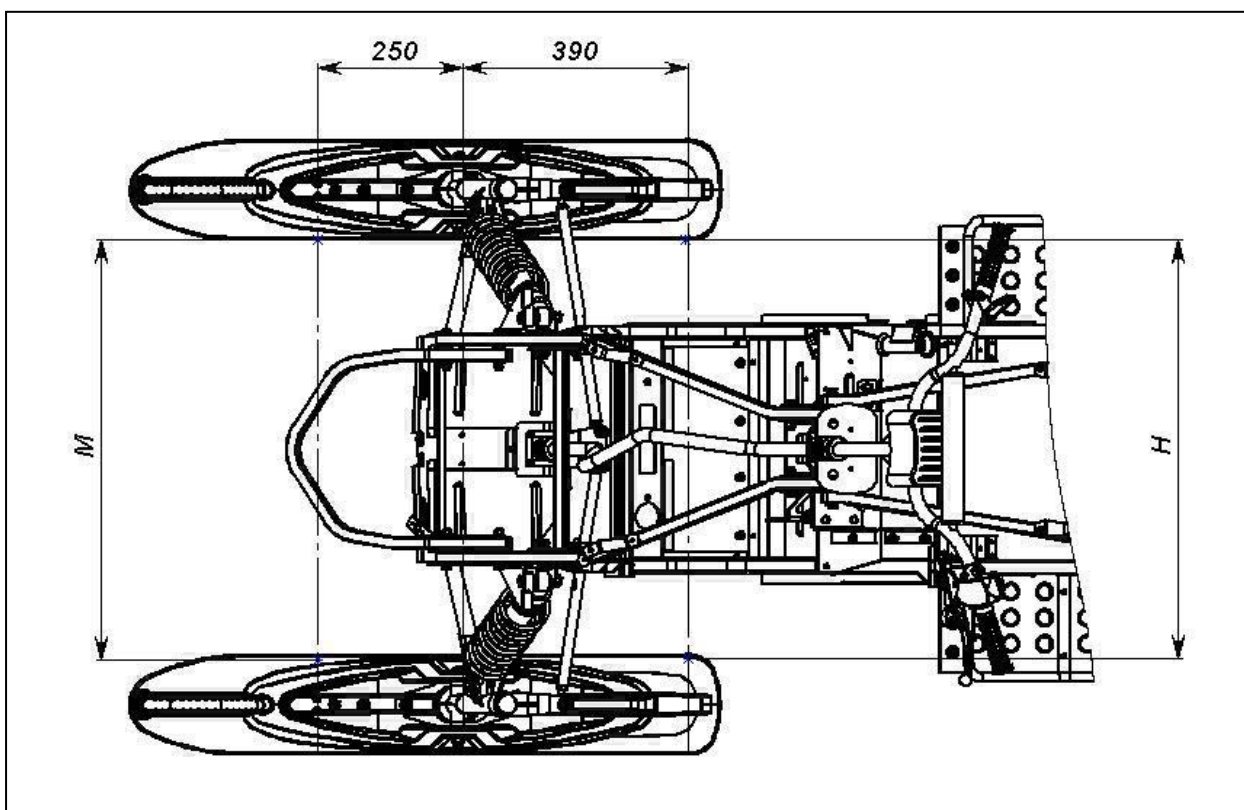

Рисунок 25 – Регулировка схождения лыж
- вращением рулевых тяг добейтесь, чтобы при положении лыж "прямо–вперед" расстояние М (рисунок 25) между передними концами лыж было больше на 10 мм, чем расстояние Н между задними концами лыж ($M-N=10$ мм);